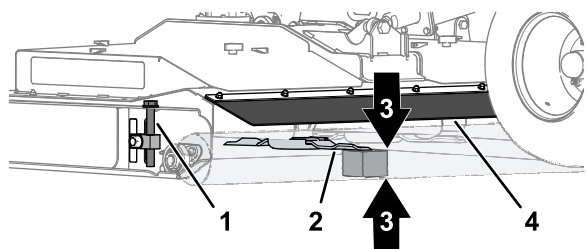

図 80
1. デッキの後方から、フラップを持ち上げて中央のブレードの後方端部と床面との間に角材50 mm角を入れる 図 80。